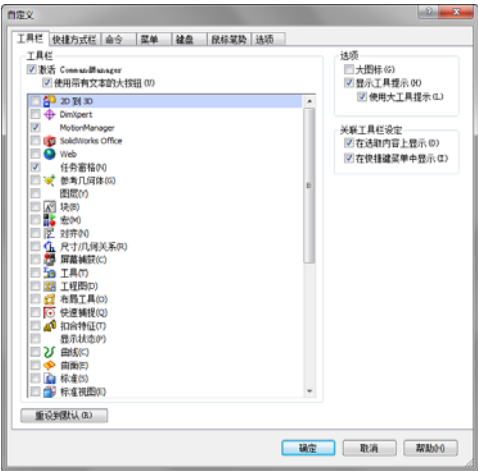

图 1-3 [自定义]对话框的[工具栏]选项卡
- (1) 打开零件、工程图或装配体文件。
- (2) 选择 [工具] | [自定义] 或在工具栏区域右击，在弹出的快捷菜单中选择 [自定义]，则会弹出 [自定义] 对话框，如图 1-3 所示。